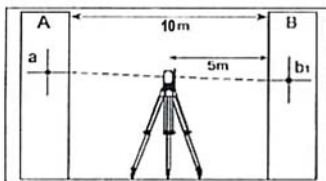

Рис. 1
2. Установите прибор на штатив в центре между стенами (рис.1).